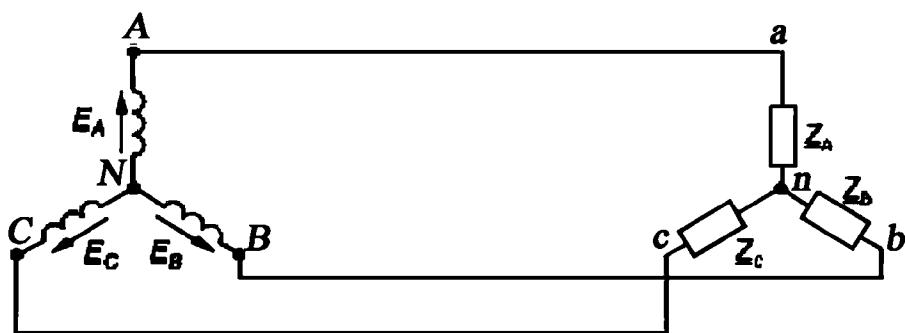

Рис. 1.27. Схема трехфазной электрической цепи без нейтрали
- 4.6. Собрать связанные трехфазные электрические цепи без нейтрального провода по схеме на рис. 1.27.
- 4.7. Измерить линейные напряжения цепи для вариантов схемы (рис. 1.27) с симметричной и несимметричной нагрузкой. Результаты записать в таблицу 1.22.